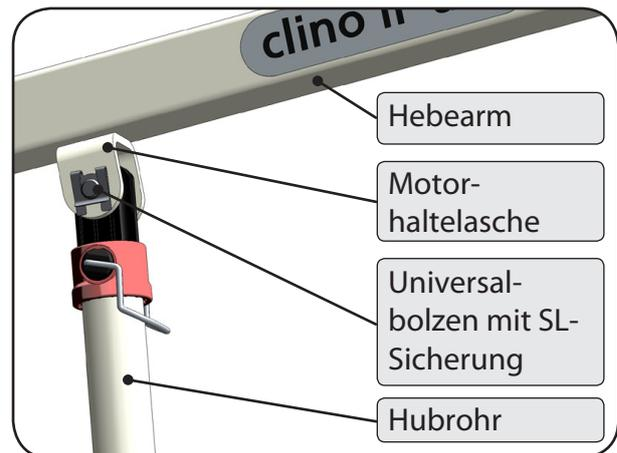

Abbildung 10
6. Heben Sie den Hebearm an und bringen Sie die Bohrung des Hubrohres mit der Motorhaltetasche in Deckung. Befestigen Sie den Hubantrieb an die Motorhaltetasche des Hebearms durch Einstecken des Universalbolzens mit anschließender Sicherung durch die SL-Sicherung (Abbildung 10).